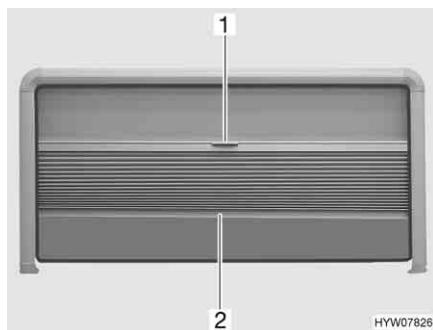

Fig. 55 Tendina oscurante pieghevole e zanzariera a rullo (finestra apribile)
- Afferrare la tendina oscurante pieghevole al centro dell'asta di chiusura (Fig. 55,2) e tirare delicatamente verso il basso.
- Tenere la parte centrale dell'asta di chiusura (Fig. 55,2) della tendina oscurante pieghevole e spingere quest'ultima verso l'alto con cautela.
- Tirare la zanzariera a rullo verso il basso utilizzando la maniglia (Fig. 55,1).
- Spingere la zanzariera a rullo completamente verso l'alto utilizzando la maniglia (Fig. 55,1).